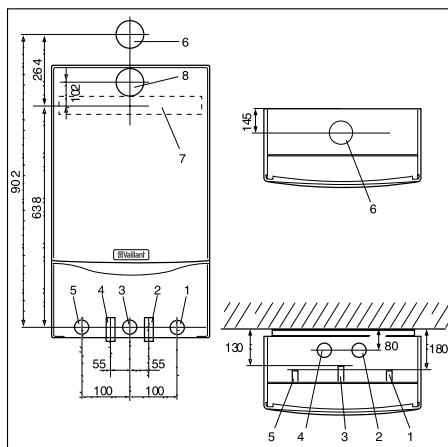

图 6.4 VU 接口尺寸
6.3.2 VU 壁挂炉管路接口的位置和尺寸(参见图 6.4 和表 6.4)